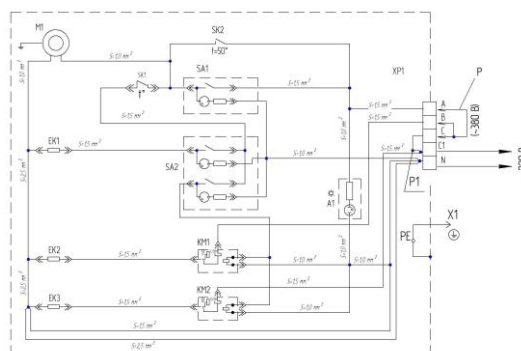
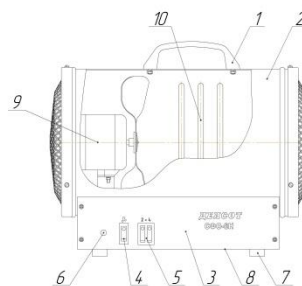

Рисунок 1 - Схема электрическая принципиальная
Рисунок 2 - Электрокалорифер СФО – 6Н
5.1 Электрокалорифер состоит (см. рис.2) из корпуса 2 в виде трубы, внутри которого установлены трубчатые электронагреватели 10 (ТЭН), двигатель с вентилятором 9, и панель управления 3 с дном 8 на которых установлены ножки 7. Калорифер для защиты от перегрева снабжен термовыключателем SK1 (см. рис.1). Для обеспечения снятия остаточного тока с нагревателей по окончании работы при отключении всех клавишных выключателей на пульте управления применен датчик задержки SK2 (см. рис.1), обеспечивающих продолжение работы двигателя вентилятора в течение (5 ± 2) мин с автоматическим отключением.
6.7 Для установки кабеля требуется снять дно 8 на пульте 3 (см. рис.2), протянуть кабель через отверстие с пластмассовой втулкой 9 и подсоединить его к контактной панели согласно схеме электрической, затем крышку закрыть.
6.11 При отключении калорифера необходимо выключить все клавишные выключатели (см. рис.2). Двигатель вентилятора будет автоматически продолжать работать в течение (5±2) мин для снятия остаточного тока с нагревателей. Не отключайте электрокалорифер входным автоматическим выключателем, так как в этом случае двигатель вентилятора не будет работать и остаточное с нагревателя не будет сниматься.